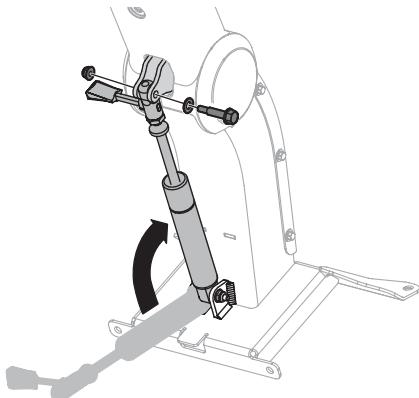

Figura 7
- Mientras sostiene la columna del volante en posición elevada, utilice la otra mano para elevar el cilindro de cierre basculante, alineando los agujeros en la parte superior del cilindro con los agujeros en las placas de montaje del cilindro en la parte inferior de la columna del volante. Consulte la Figura 7.
- Trabajando de derecha a izquierda, instale la arandela plana y el tornillo con reborde a través de los agujeros alineados en el paso 4 y asegúrelos con las tuercas de seguridad con brida hexagonal. Ajuste los tornillos con reborde a 120-144 pulgadas-libras (14-16 N·m). Consulte la Figura 7.